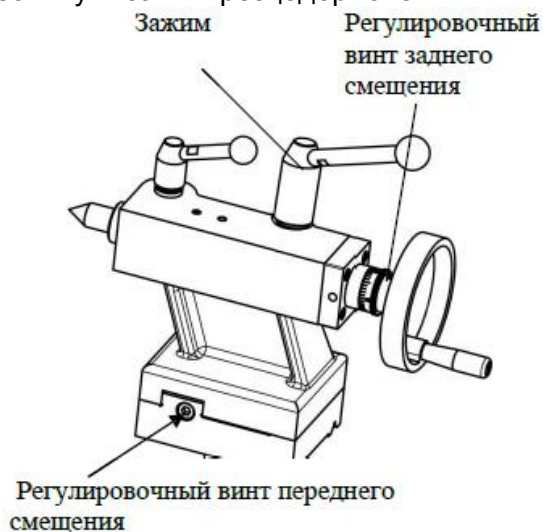

Рис. 9 Позиционирование задней бабки
1. Используя ключ 17 мм, ослабить зажим задней бабки (**Рис. 9**).
Для смещения задней бабки относительно центральной оси предусмотрены два регулировочных винта (**Рис. 9**).